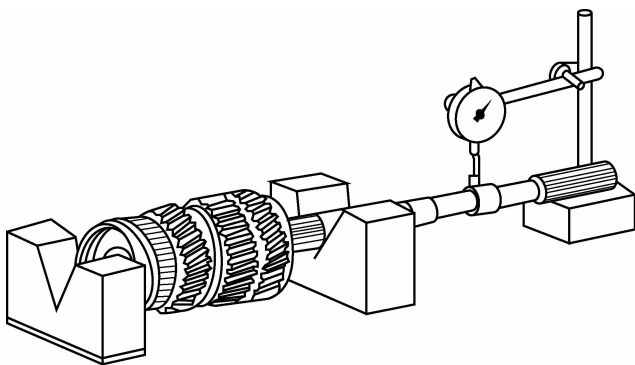

图 6-18 检查第二轴后轴承
(4) 若空挡滑行时无异响, 当挂入某一挡位起步, 或在某一挡位变速或匀速行驶时产生异响, 应检查该挡位齿轮或花键的啮合是否磨损松旷甚至损坏, 或存在啮合间隙过小的情况。必要时进行修理或更换。
(5) 若变速器在低速挡行驶时有异响, 但高速挡行驶时响声减弱或消失, 空挡滑行时可听到“哗哗”的异响声, 应检查变速器第二轴后轴承的松旷程度, 如图 6-18 所示。如过于松旷或损坏, 应予以更换。
(6) 若用直接挡行驶时无异响, 而其他挡均有异响, 应检查变速器中间轴轴承和第二轴前轴承, 如磨损松旷或损坏, 应予以更换。